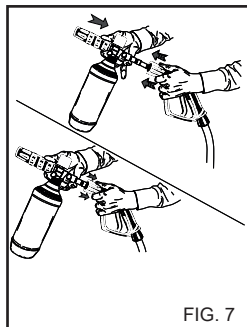
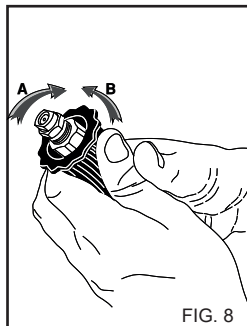

FIG. 7
FIG. 8
2) Выньте удлинитель из ручки и вставьте распылитель моющего средства, (fig.7), включите аппарат и нанесите моющее средство на промываемую поверхность, работая снизу вверх. В модели с всасыванием моющего средства, ключите управление всасыванием, расположенное на пистолете, (fig. 8). Оставьте моющее средство на несколько минут для воздействия моющего средства.
4) После использования моющего средства сполосните всасывающий контур; вставьте трубку всасывания моющего средства, (fig. 8), в бачок с чистой водой и запустите мотор на 1 минуту, пистолет должен находиться в режиме подачи моющего средства.
(Fig. 8) (Мод. DS)**